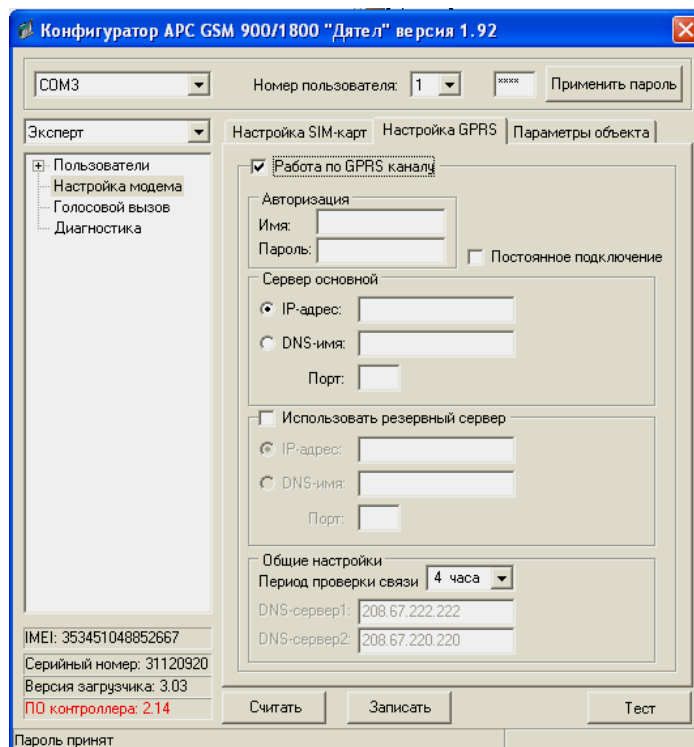

Рисунок 5
2.4.10 Во вкладке «Настройка GPRS», при необходимости, настроить приведенные ниже параметры (рисунок 5).